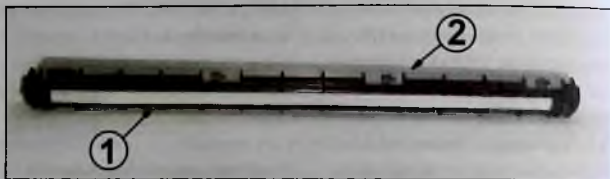

Рис. 80
ляющей термопленки. Перемещают вверх металлическую прижимную планку и снимают ее с пластмассовой направляющей (1 на рис. 80) термопленки в сборе с пластиной прижима термопленки и термотканью (2). Далее снимают с прижимной планки пластину прижима термопленки в сборе с термотканью и, при необходимости, аккуратно снимают термоткань с пластины.